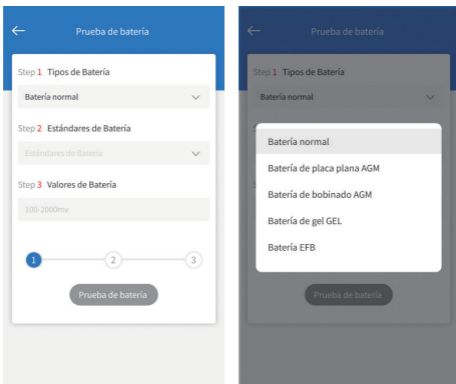

Figura 4.1.2
3. Seleccione el estándar de batería correspondiente (Consulte la Figura 4.1.2). El estándar de batería específico también se enumerará en la etiqueta de la batería.